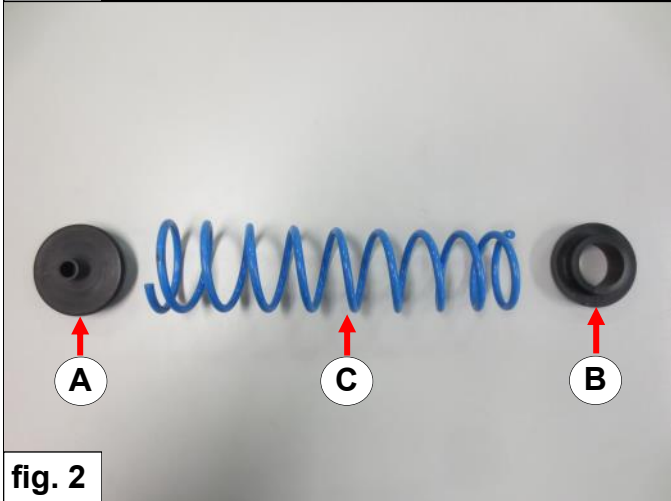

fig. 2
4. Monter le ressort principal MAD, les coupelles la butée, et le soufflet. Voir fig. 2, 3, 4 & 5.